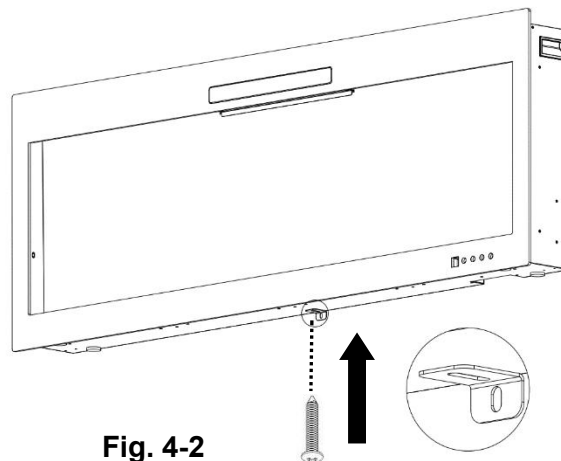

Fig. 4-2
B. Brug den tidligere fjernede skrue til at fastgøre L-beslaget (medfølgende) til bunden af pejseboksen. (**Fig. 4-2**)